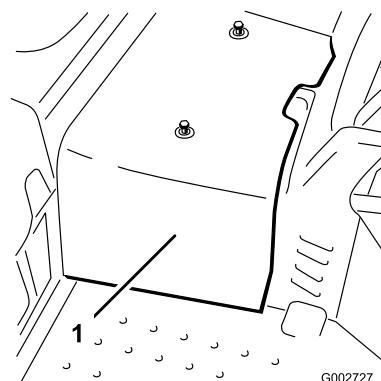

Рисунок 45
2. Ослабьте 2 винта, которые крепят центральный кожух к машине, и снимите кожух (Рисунок 45).